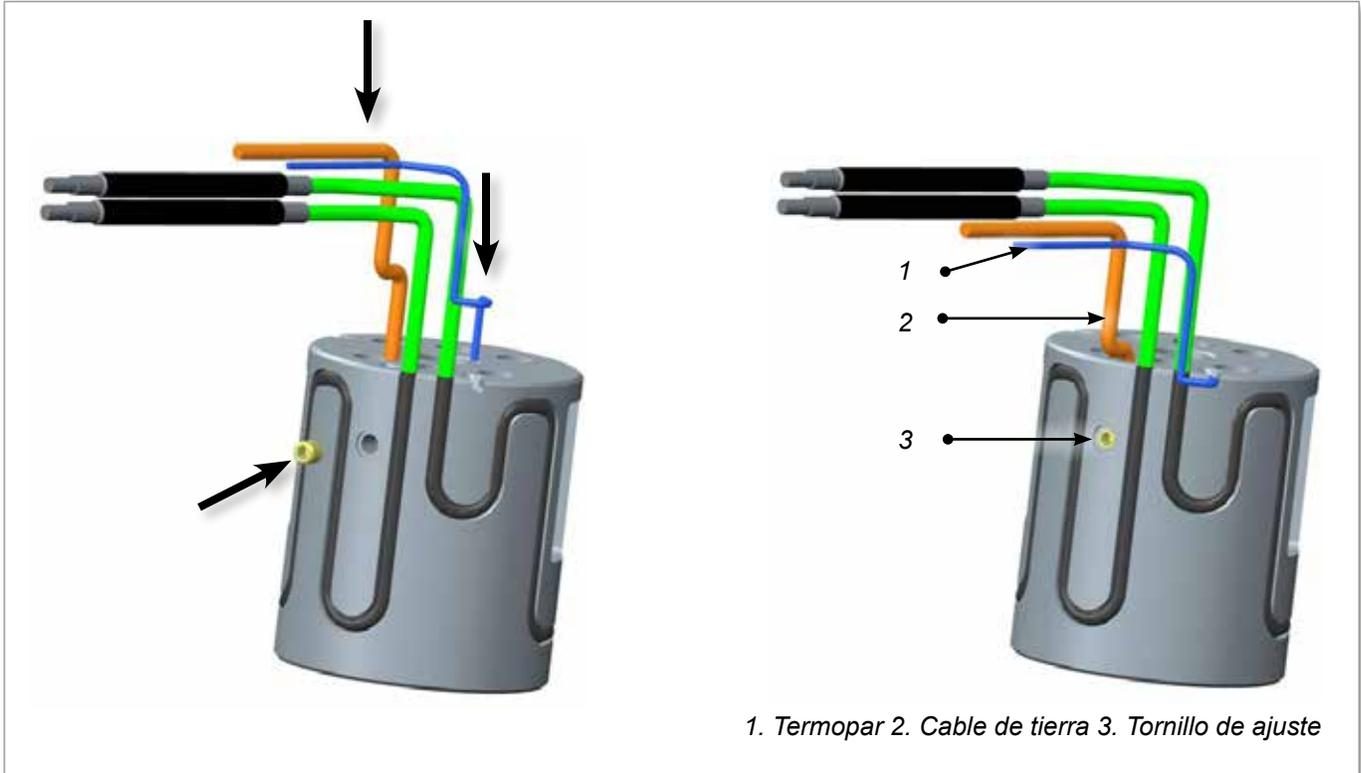

Figura 11-5 Instalación de los conjuntos de termopar y cable de tierra
4. Bloquee el cable de tierra con un tornillo de fijación. Consulte la Figura 11-5.